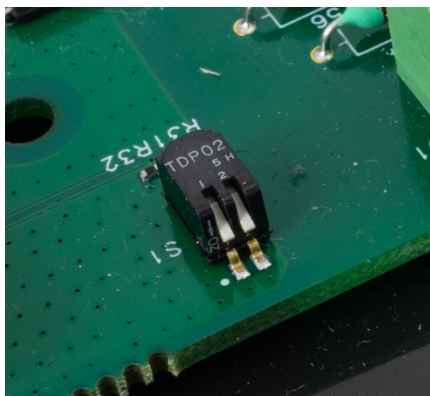

Figura 4-7: Interruttori Metrologia SW1-1 e SW1-2, entrambi accesi
- Se occorre ripristinare i dati relativi alla metrologia, è necessario impostare contemporaneamente gli interruttori SW-1 e SW1-2 su ON come mostrato nella Figura 4-7.